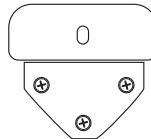

Рис. 3
- Вставьте винты в отверстия и закрутите их (рис. 3).